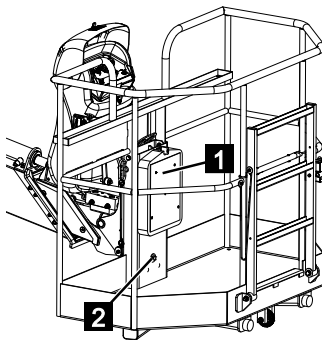

Abb. 84
2. Den mitgelieferten Einmaulschlüssel aus der Dokumentenbox oder der Hydraulikeinheit (Abb.84/1) entnehmen.
3. Die Befestigungsschraube (Abb.84/2) mit dem Einmaulschlüssel gegen den Uhrzeigersinn lösen.